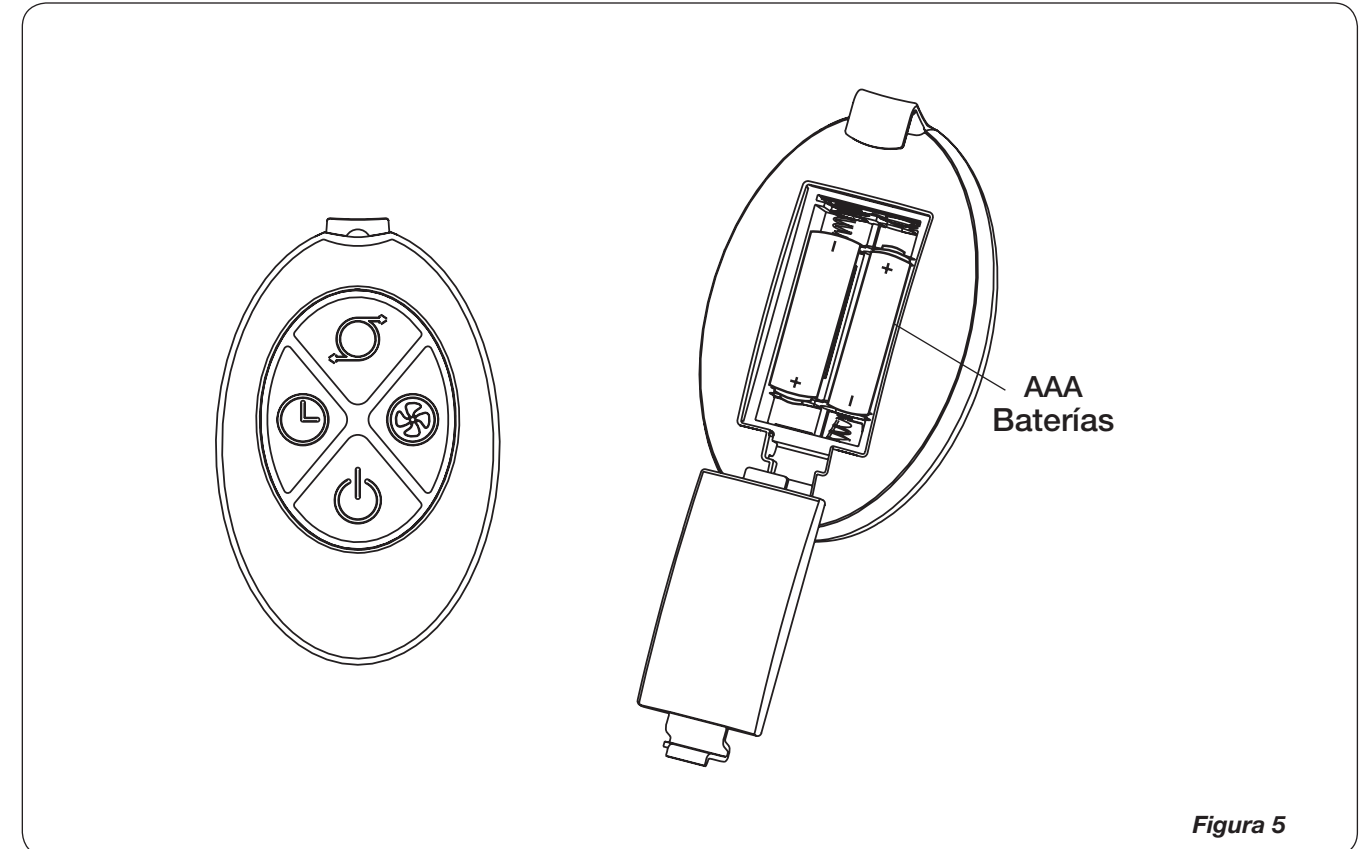
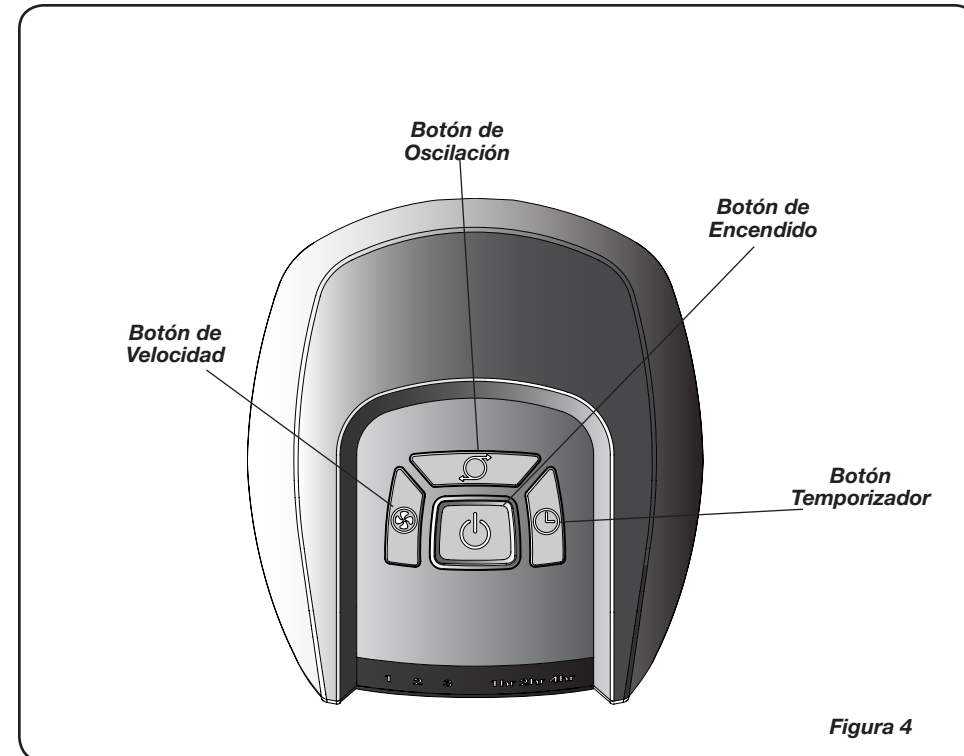

Figura 5
Figura 4
CONTROL REMOTO (Figura 5)
1. Instale la baterías (no suministró) como mostrado en la *Figura 5*. La batería es el tipo "AAA".
Este Ventilador podrá hacerse funcionar mediante los controles manuales ubicados en la parte superior de la unidad (como se indica en la Figura 4) o con el Control Remoto (como se indica en la Figura 5)